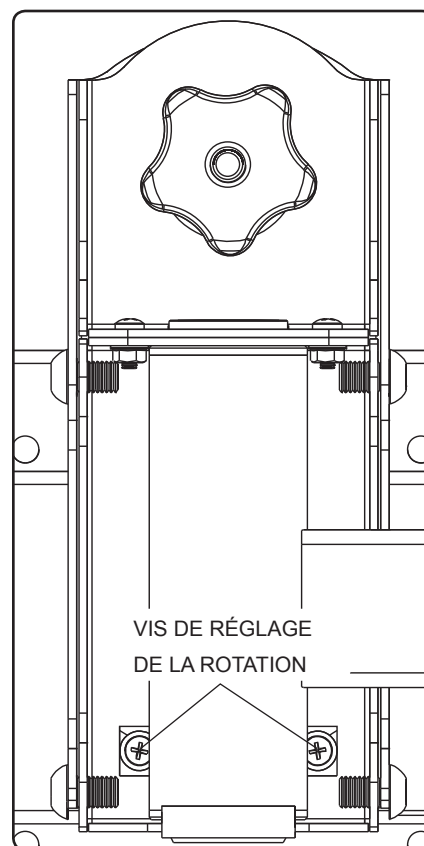

fig. 9.1
**9-1** S'il est trop difficile de régler la rotation de l'écran, desserrez les vis comme illustré à la figure 9.1 à l'aide d'un tournevis Phillips.